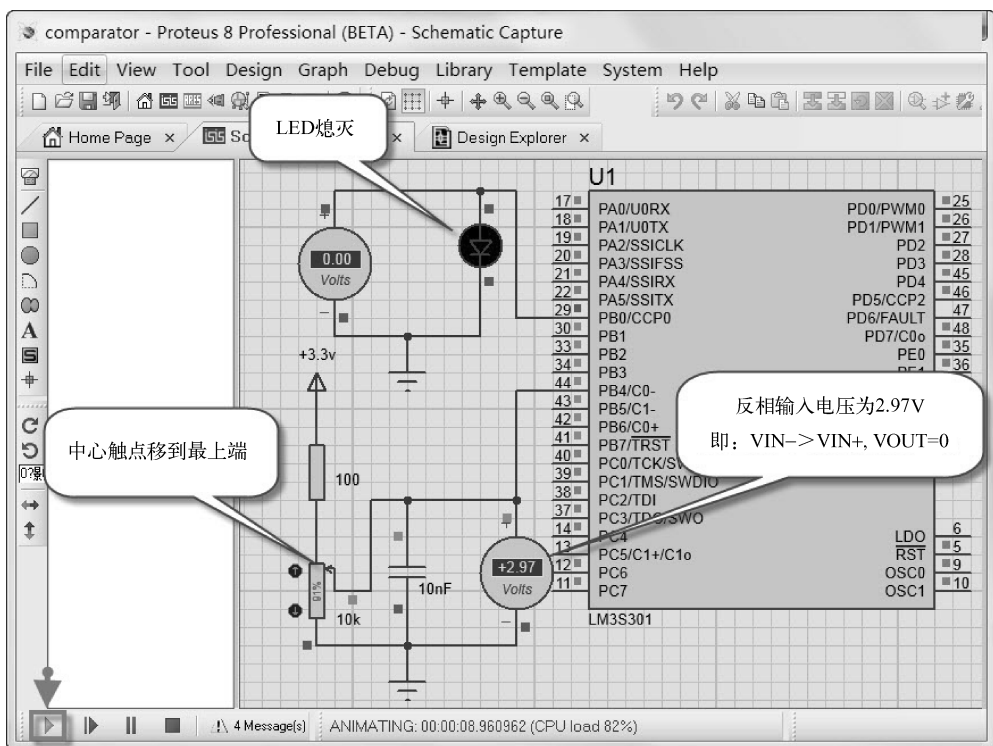

图 6-10 模拟比较器的输出为 0
② 导入编译产生的 .elf 文件到测试电路中，再将电位器中心触点移到最上面，然后启动 Proteus 测试，这时比较器的输出为 0，如图 6-10 所示。